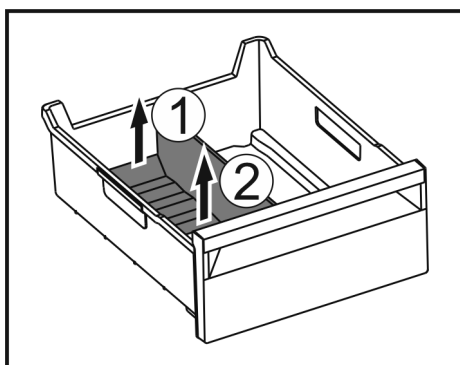

Fig. 61
- Dvignite zadnji del pregrade predala za led. Fig. 61 (1)
- Pregrado predala za led odstranite navzgor. Fig. 61 (2)